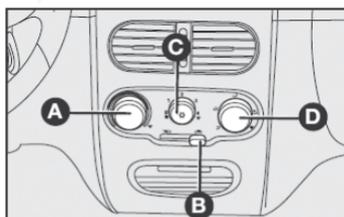

fig. 68
CONTROLES - fig. 68
- 1) Control para la temperatura del aire A-fig. 68 totalmente localizado a la izquierda.
- 2) Palanca del ventilador C-fig. 68: localizado en la velocidad máxima.
- 3) Control para la distribución del aire D-fig. 68 indicador en \rightarrow , para controlar que todas las salidas de aire estén abiertas.
4) Conecte el aire acondicionado abriendo el selector C-fig. 68.
El aire acondicionado es muy útil para acelerar el desempañamiento porque deshumece el aire. Es suficiente ajustar los controles para la función de desempañamiento, y activar el aire acondicionado, presionando el botón C-fig. 68.
- 1) Botón del aire conectado C-fig. 68.